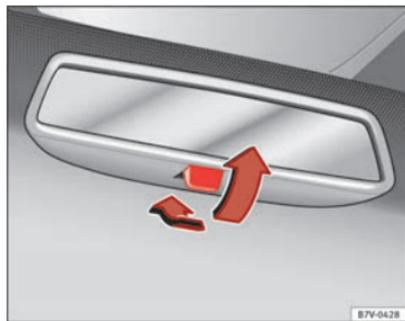

Fig. 64 Retrovisor anti-deslumbrante manual.
- Para oscurecer el retrovisor, tire de la palanca hacia atrás ⇒ fig. 64.